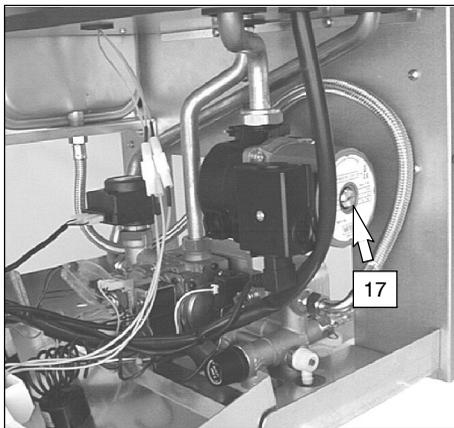

fig. 6.4
- 10 Togliere il tappo 17 in fig. 6.4 e sbloccare la pompa ruotando il rotore con un cacciavite. Durante questa operazione sfatare la pompa.